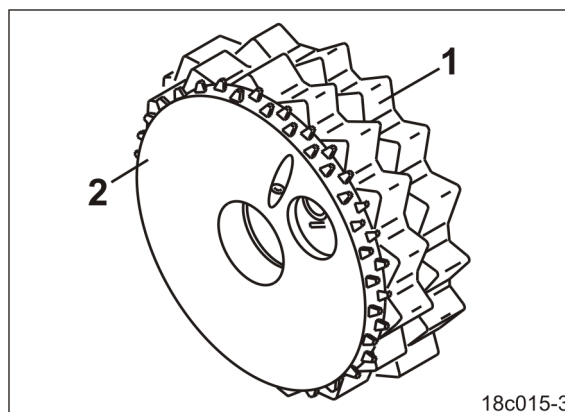

Fig. 57
- normalt såhjul (Fig. 57/1) og
- det fine såhjulet (Fig. 57/2).